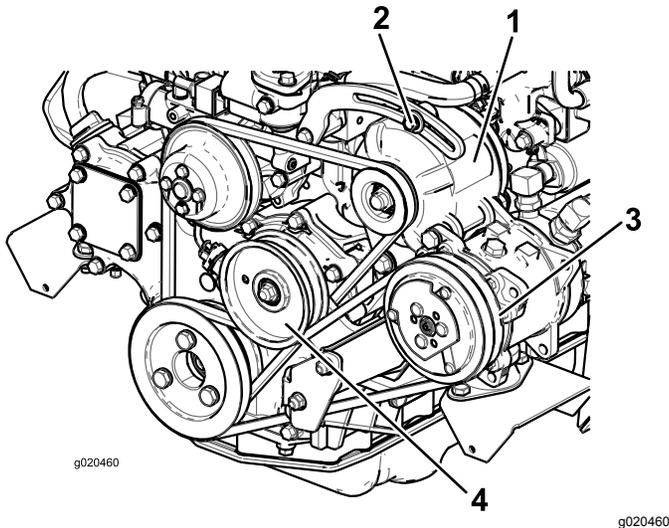

Figura 95
Compruebe la condición y la tensión de la correa (Figura 95) cada 100 horas de operación.
2. Si la desviación no es de 10 mm, afloje los pernos de montaje del alternador (Figura 95). Aumente o reduzca la tensión de la correa del alternador y apriete los pernos. Verifique de nuevo la desviación de la correa para asegurarse de que la tensión es la correcta.
2. Si la desviación no es de 10 mm, afloje el perno de montaje de la polea tensora (Figura 95). Aumente o reduzca la tensión de la correa del compresor y apriete el perno. Verifique de nuevo la desviación de la correa para asegurarse de que la tensión es la correcta.